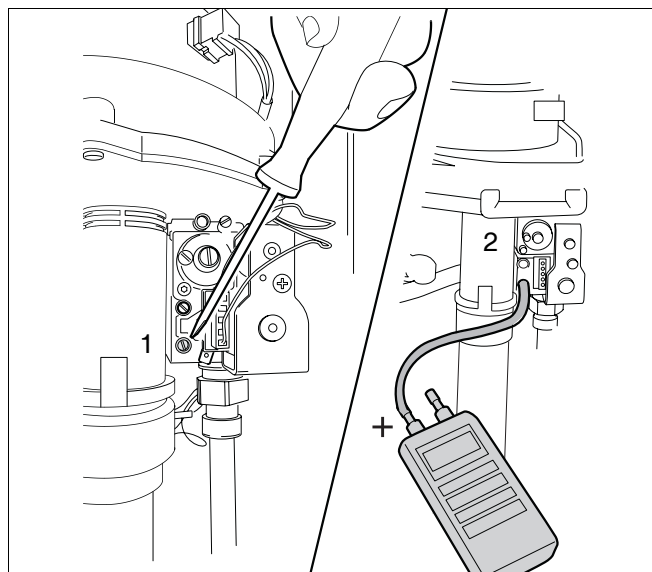

Bild 29 Gasanschlussdruck messen
- Verschlusschraube im Anschlussdruck-Messnippel (→ Bild 29, Seite 36) leicht lösen und Schlauch aufstecken.
- Verschlusschraube im untersten Messnippel (Anschlussdruck-Messnippel) um zwei Umdrehungen lösen (→ Bild 29, [1]).
- Messschlauch des Druckmessgerätes auf den Prüfnippel aufstecken (→ Bild 29, [2]).